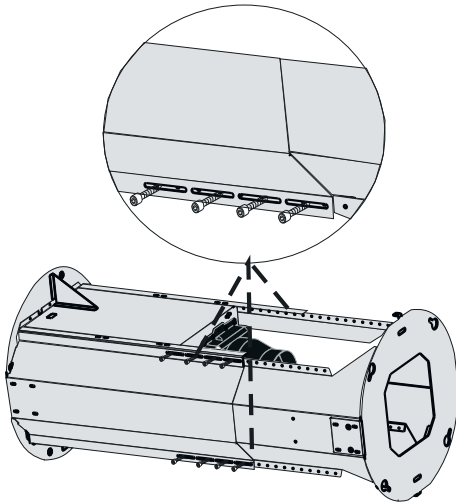

Fig. 13
2. ➤ For at justere afstanden; fjern skruerne vist i (Fig. 13) og træk motorblokken bestående af to blokke ind eller ud for at justere den til den korrekte måling. Genmonter de skruer, du tog ud, i egnede huller.